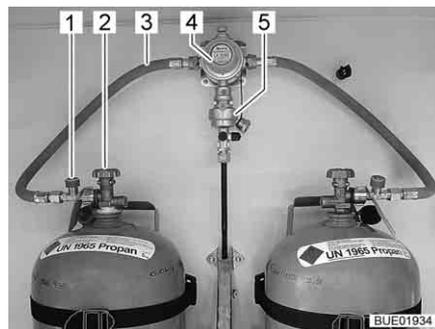
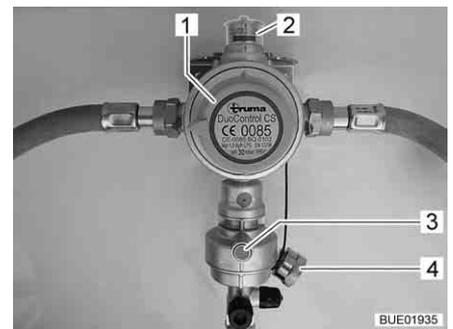

Bild 35 Gasflaskor med DuoControl
Bild 36 DuoControl-styrsystem
DuoControl-styrsystemet består av en omkopplingsventil (Bild 35,4) och en crashsensor (Bild 35,5). DuoControl-styrsystemet är monterat mellan gas-slangarna (Bild 35,3) med slangbrottssäkring (Bild 35,1). Med vredet (Bild 36,1) på omkopplingsventilen ställer du in vilken gasflaska som ska användas som driftflaska och vilken som ska användas som reservflaska.
I fönstret (Bild 36,2) visas gasförsörjningens status:
Drift med bara en gasflaska är tillåten. Den öppna anslutningen måste dock förslutas med ett blindlock (Bild 36,4) i detta fall.
Crashsensor Crashsensorn stänger av gastillförseln vid kraftig vibration (t.ex. vid en krock). Crashsensorn aktiveras genom att trycka på den gröna resetknappen (Bild 36,3).
Slangbrottssäkring Slangbrottssäkringen (Bild 35,1) stänger av gasflödet om den anslutna slangen går sönder. Slangbrottssäkringen måste aktiveras genom att trycka på den gröna knappen.
Kontrollenhet Gastillförseln via DuoControl-styrsystemet slås på och av på kontrollenheten (Bild 37). Gasflaskornas huvudavstängningsventiler (Bild 35,2) och gasavstängningsventilerna på apparaterna måste öppnas för hand.
- Med vredet (Bild 36,1) på omkopplingsventilen väljs gasflaskan, som ska prioriteras (driftflaska). Vrid alltid vredet till stoppläget.
- Öppna huvudavstängningsventilerna (Bild 35,2) på gasflaskorna.
- Tryck på den gröna knappen på slangbrottssäkringen (Bild 35,1). I fönstret (Bild 36,2) visas den gröna markeringen.
- Stäng huvudavstängningsventilerna (Bild 35,2) på gasflaskorna.
Om den gröna kontrollampan (Bild 37,6) slocknar under drift och den röda kontrollampan (Bild 37,5) tänds är drifflaskan tom och måste bytas ut. I fönstret (Bild 36,2) visas den röda markeringen. Gasförbrukarna försörjs med gas från reservflaskan.
- Vrid vredet (Bild 36,1) ett halvt varv i riktning mot den gasflaska som används för tillfället. Då blir denna gasflaska drifflaska och den tomma flaskan blir reservflaska. Markeringen i fönstret (Bild 36,2) växlar från rött till grönt.
- Stäng huvudavstängningsventilen (Bild 35,2) på den tomma gasflaskan. Beakta pilriktningen.
- Tryck på den gröna knappen på slangbrottssäkring (Bild 35,1).